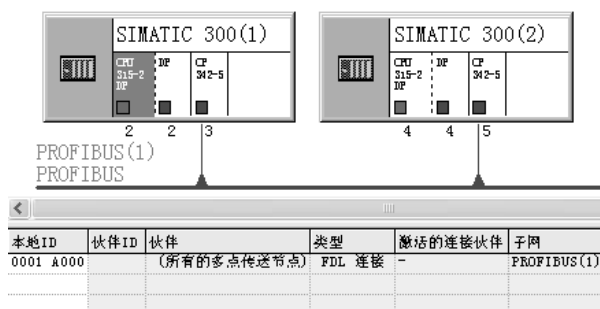

图 4-58 网络与 FDL 连接组态
组态好两个站的硬件后，分别保存并编译硬件组态信息后，关闭 HW Config。在 SIMATIC 管理器中点击工具栏上的  按钮，打开网络组态工具 NetPro，看到连接到 PROFIBUS 网络上的两个站 (见图 4-58)。选中 SIMATIC 300 (1) 站，在下面的窗口出现连接表，双击连接表第一行的空白处，建立一个新的连接。在弹出的“插入新连接”对话框中，将“连接伙伴”中的连接对象设为“所有多点传送站点”，连接类型为“FDL 连接”。